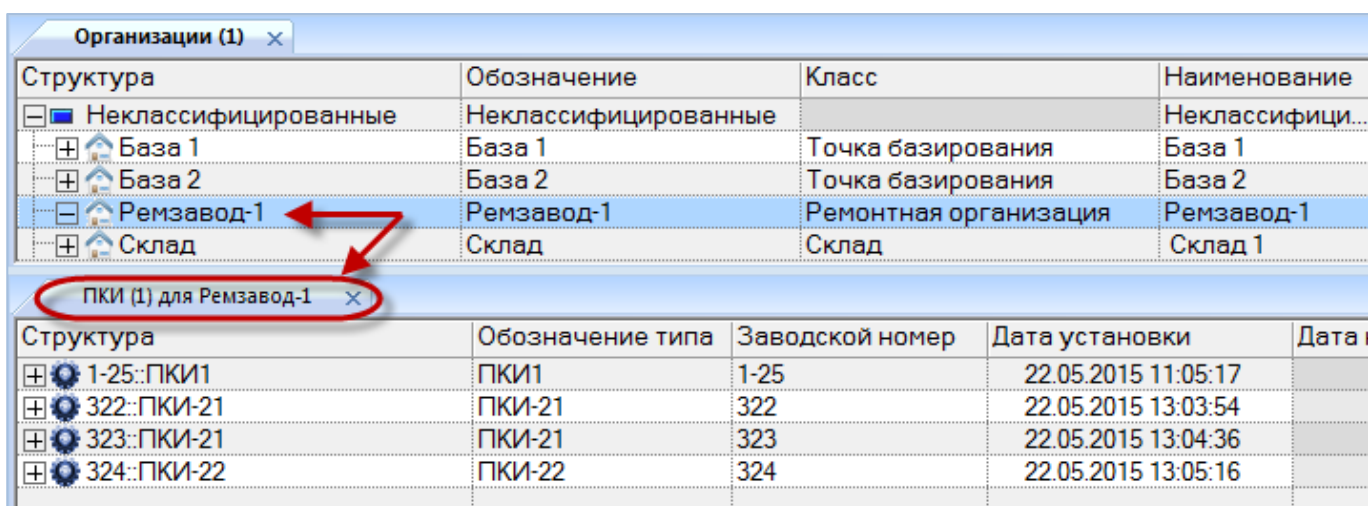

Рис. 23-51 – Экземпляры ПКИ, находящиеся в выбранной организации
- 3) Откроется окно связанных объектов, в котором перечислены все экземпляры ПКИ, которые в настоящий момент находятся в выбранной организации (рис. 23-51).